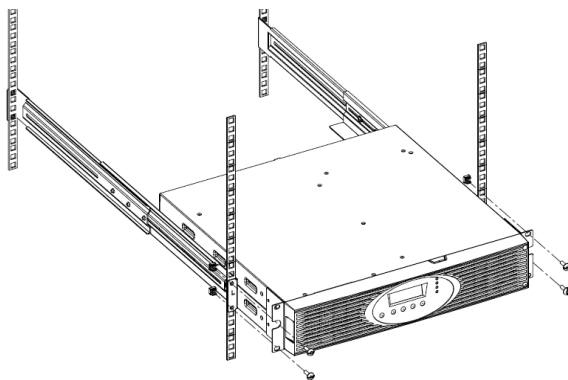

Figura 4: Fissaggio del lato anteriore del cabinet
6. Fissare la parte anteriore dell'UPS o del pacco batterie sul rack. A tal fine utilizzare due viti a testa piana M6 x 16 e due dadi a gabbia M6 su entrambi i lati (vedi Figura 4). Montare la vite inferiore su ogni lato attraverso il foro inferiore della staffa di fissaggio e il foro inferiore della guida.